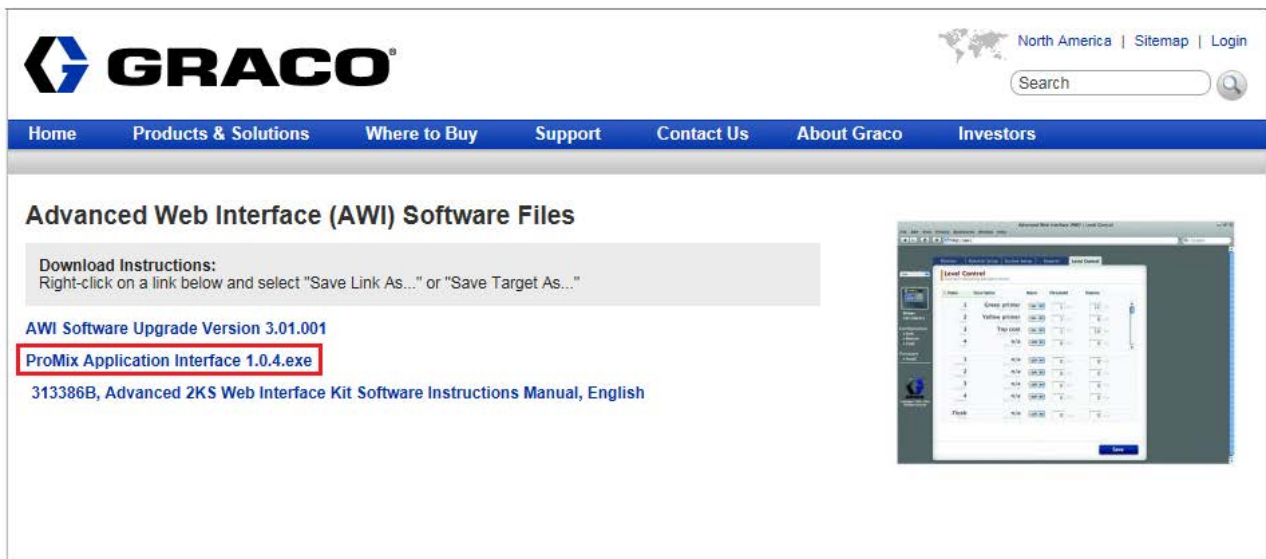

FIGURA 1: Interfaccia Web avanzata Graco (AWI) - Pagina di download dei file software
- a. Il software di interfaccia dell'applicazione può essere scaricato dalla pagina software dell'interfaccia Web avanzata di Graco (AWI). Vedere FIGURA 1.